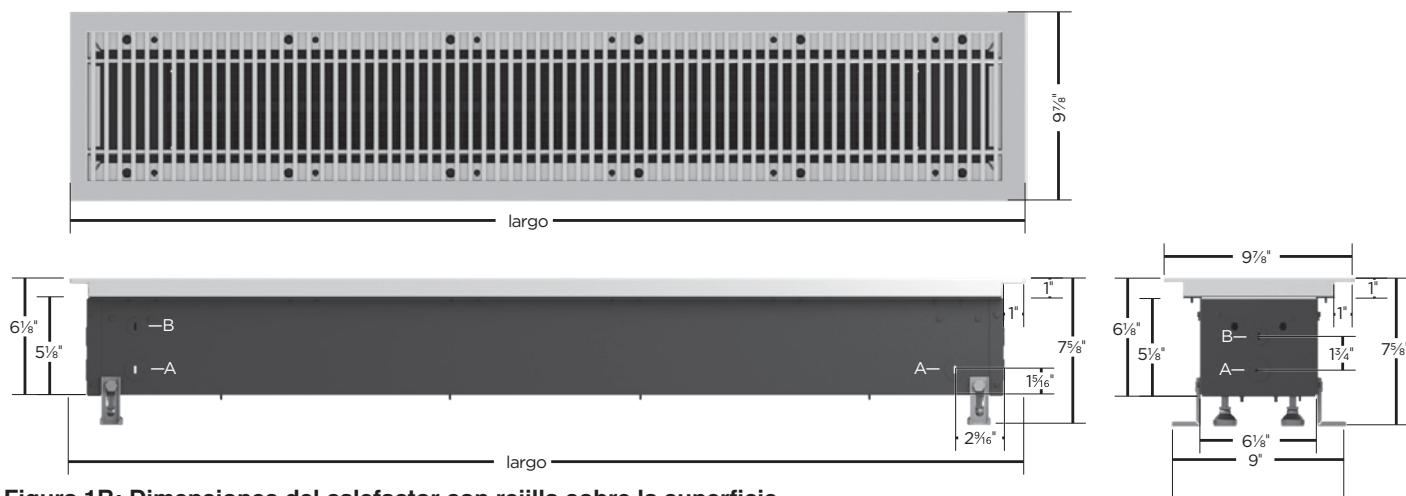

Figura 1B: Dimensiones del calefactor con rejilla sobre la superficie
6. **CUIDADO** – El calefactor funciona a temperaturas altas. Mantenga los cables eléctricos (incluidos los cables de teléfonos y computadoras), las cortinas y otros muebles alejados del calefactor. Para un funcionamiento eficiente y seguro, recomendamos dejar una separación de 12 pulgadas (305 mm) arriba y alrededor del calefactor en todo momento. Ver las distancias de separación mínimas requeridas en la Figura 1b.